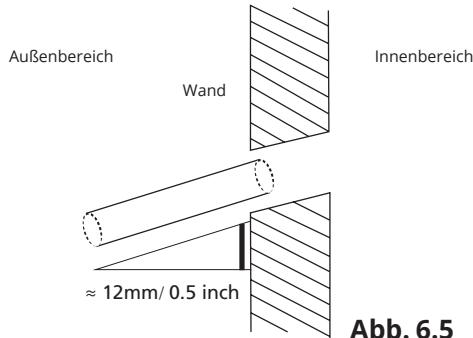

Abb. 6.5
3. Bohren Sie mithilfe eines 65mm (2.5in) oder 90mm (3.54in) Kernbohrers ein Loch in die Wand. Stellen Sie sicher, dass Sie mit einer leichten Neigung nach unten bohren, sodass die Außenkante der Bohrung um etwa 12 mm (0,5") unter der Innenkante liegt. So wird der effektive Abfluss des Wassers gewährleistet (Siehe Abb. 6.5). Setzen Sie den Schutzmantel in die Bohrung. Somit werden die Enden der Bohrung geschützt und der Verschluss am Ende der Installationsarbeiten erleichtert.